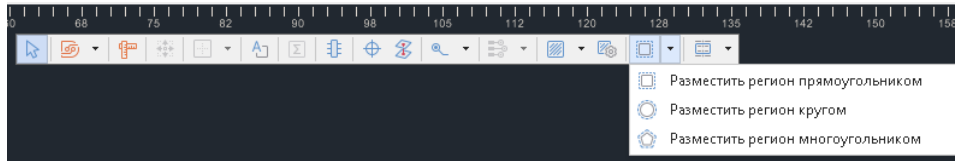

Рис. 129 Включение инструмента «Разместить регион» из встроенной панели редактора с выбором формы региона
1. Включить инструмент «Разместить регион», выбрать форму региона, см. Рис. 129.